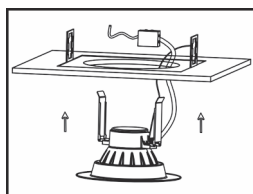

Fig. 6
- 7.) Une fois le luminaire installé dans le cadre, relâcher les pinces et continuer de pousser le luminaire dans le cadre afin de le fixer à niveau avec la surface du plafond (**Figure 6**.) Modernisation illustrée dans la **Figure 7**.